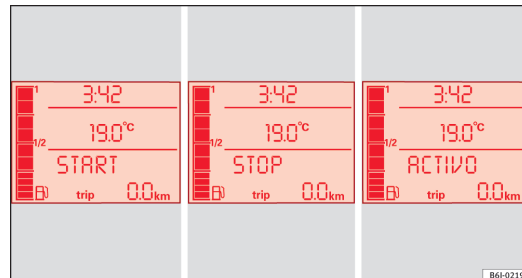

Abb. 101 Anzeige am Display des Kombiinstrumentes während des Start-Stopp-Betriebs
- Am Display des Kombiinstrumentes wird der Funktionszustand des Start-Stopp-Systems angezeigt ⇒ **Abb. 101**.